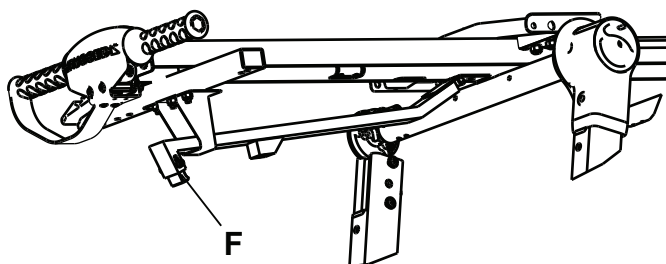

Figure 12 – Réglage de l'extrémité du crochet
2. Essayer de décharger la civière d'un véhicule pour confirmer que le crochet de sécurité se fixe à la plaque d'arrêt. À l'aide d'une clé hexagonale M5, ajuster l'extrémité du crochet (F), au besoin, pour s'assurer que le crochet de sécurité et la plaque d'arrêt s'enclenchent lors du déchargement (Figure 12).